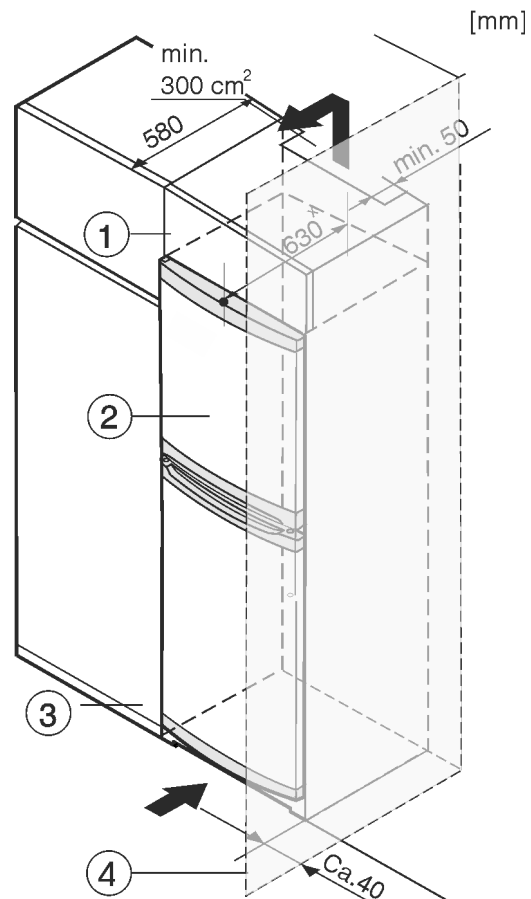

Fig. 8
- (1) Шафа для встановлення на пристрій
- (2) Пристрій
- (3) Кухонна шафа
- (4) Стінка
Перед встановленням пристрою можна змінити його конструкцію відповідно до кухонної шафи. Щоб привести висоту пристрою Fig. 8 (2) у відповідність із розмірами кухонної ніші, можна встановити на нього спеціальну шафу Fig. 8 (1).
У разі переобладнання кухонними шафами (глибина щонайбільше 580 мм) пристрій можна встановити безпосередньо поруч із кухонною шафою Fig. 8 (3). Пристрій виступає за передню частину кухонної шафи на 34 мм × з боків і на 50 мм × посередині.
Якщо пристрій із шарнірами встановлюється поруч зі стіною *Fig. 8 (4)*, відстань між пристроєм і стіною має становити щонайменше 40 мм. Це відповідає необхідній відстані для ручки після відкривання дверцят.